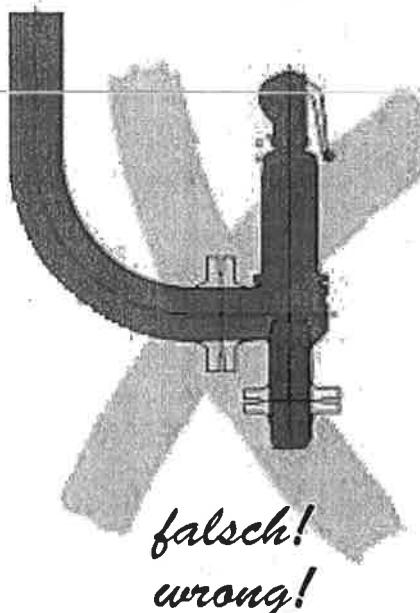

Bild 4/Figure 4
- Direkt hinter dem Sicherheitsventil darf kein nach oben gerichteter Bogen folgen, da keine korrekte Entwässerung erfolgen kann (Bild 4).
- immediately downstream of the safety valve, no upwards bend may be installed as then correct drainage is not possible (figure 4).